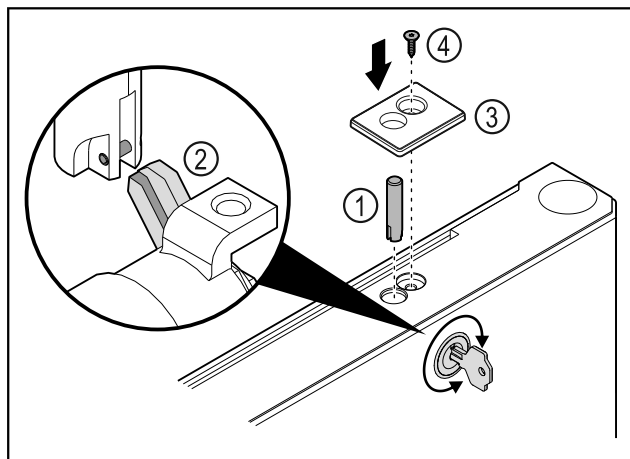

Fig. 49
- Colocar el perno de cierre Fig. 49 (1).
- Girar ligeramente la cerradura para que el perno de cierre Fig. 49 (2) encaje en la ranura de la cerradura.
- Colocar la cubierta Fig. 49 (3).
- Colocar el tornillo Fig. 49 (4).